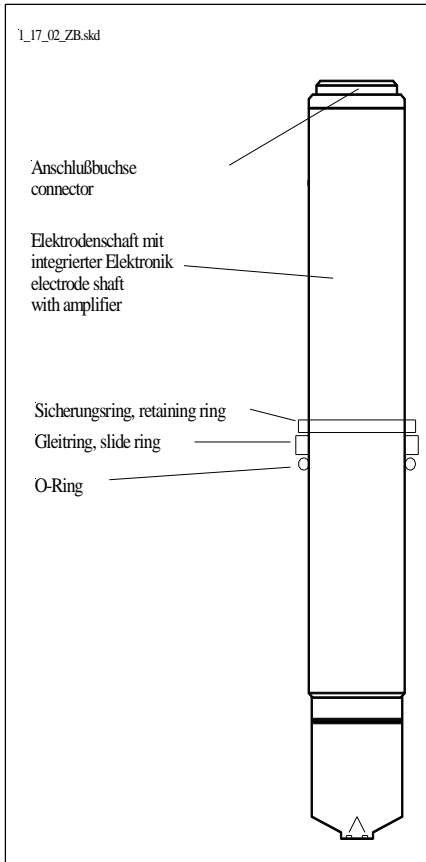
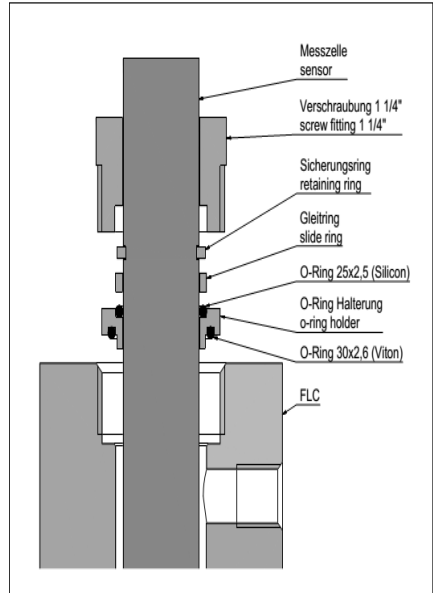

Abb. 3: Sensor
Abb. 2: Sensor in FLC
- Ordnungsgemäße Position von Sicherungsring, Gleitring und O-Ring 25x2,5 am Sensor prüfen (Abb. 3, S. 10)
- Sensor langsam in die Durchflussarmatur einschieben (Abb. 2, S. 10).
- Gleitring und O-Ring über den Sensor schieben (Abb. 3, S. 10).
- Zusätzlichen Gleitring anstelle des Sicherungsring über den Sensor schieben (Abb. 2 und Abb. 3, S. 10).